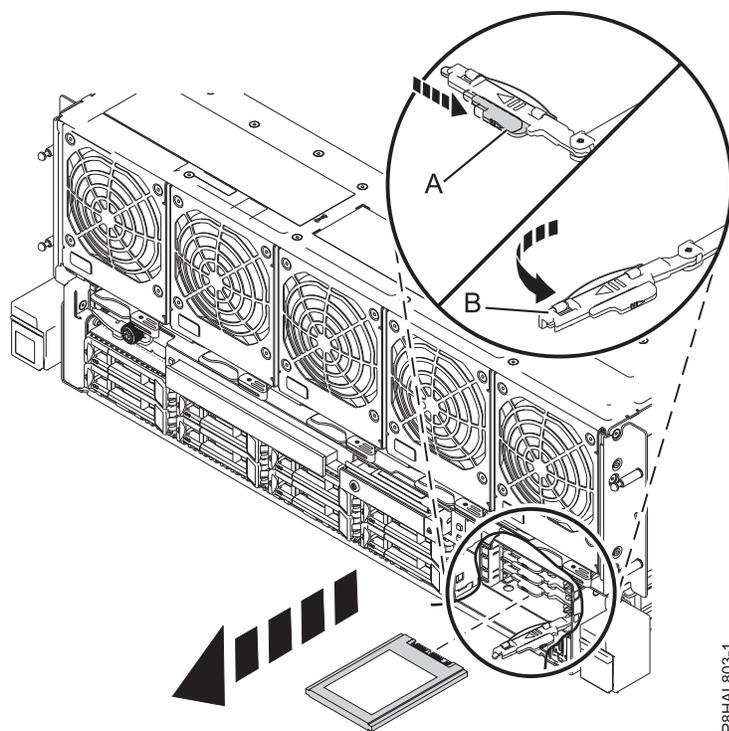

Figure 33. Retrait d'une unité SSD d'un système à 8408-44E ou 8408-E8E
9. Lorsque le voyant d'identification s'allume et reste fixe, déverrouillez la poignée de la baie d'unité (B) en appuyant sur le loquet de la poignée (A) dans la direction indiquée et en tirant la poignée de la baie d'unité (B) vers vous. Voir : figure 33. Si la poignée n'est pas complètement sortie, vous ne pouvez pas retirer l'unité SSD du système.